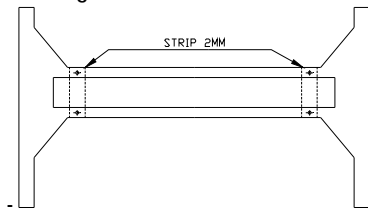
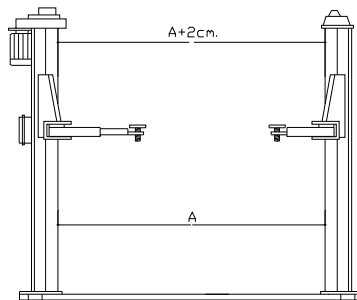

Fig.40
Fig.41
Om er voor te zorgen dat de kolommen loodrecht staan onder belasting, moet de afstand A, gemeten tussen de kolommen, aan de bovenzijde 2 cm meer zijn dan aan de onderzijde (Fig.41). Het verschil tussen de twee kolommen moet gelijk verdeeld worden (beiden evenveel "uit het lood")
- Zet de kolommen iets uit het lood door een 2 mm dikke strip onder de gaten in het frame naast de kolommen te plaatsen (Fig.40). Draai inbusbouten met daarop een borgmoer in de aangegeven gaten en draai deze zo vast dat de brug zoals aangegeven in Fig.41 komt te staan.